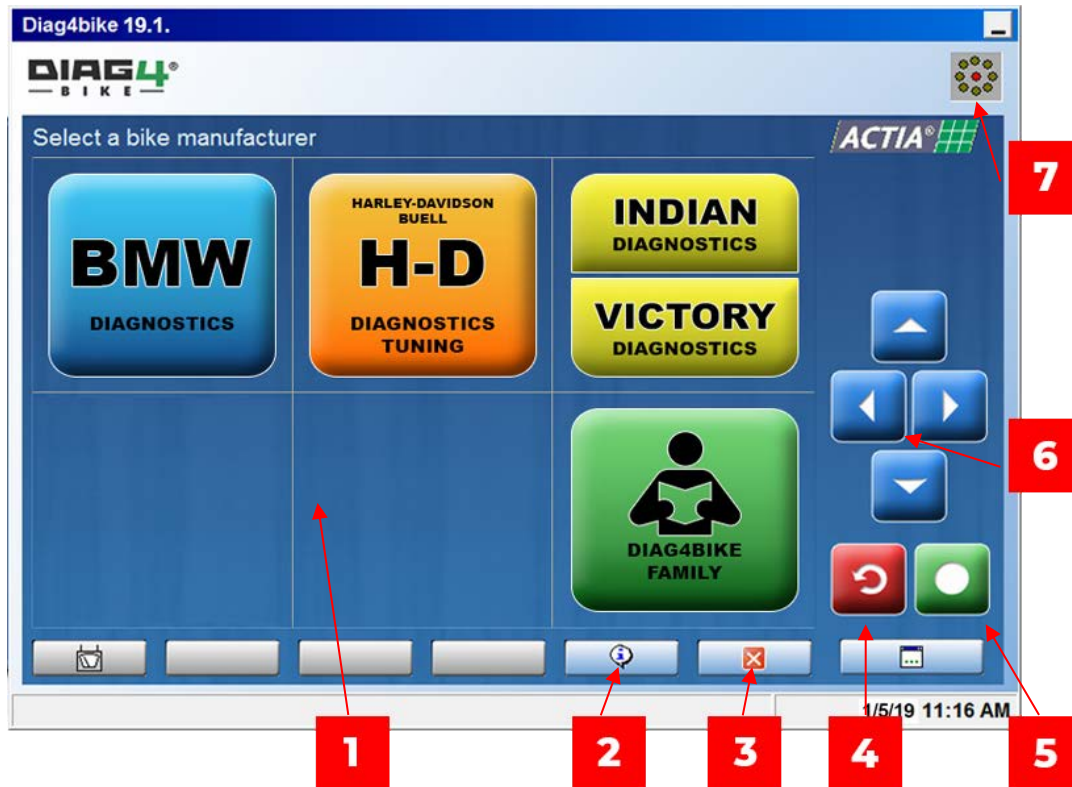

Fig. 32 – Pantalla de inicio después de abrir el programa (descripción de los elementos de mando y de los símbolos) (foto ilustrativa)
Descripción de los botones (Fig. 32):
Para cerrar el programa hacer clic sobre el icono  (ver Fig. 32, pos 4) tantas veces hasta que aparezca la ventana de diálogo confirmando el cierre de la aplicación. En vez de este botón se puede utilizar la tecla **ESC** (en la parte izquierda superior del teclado).